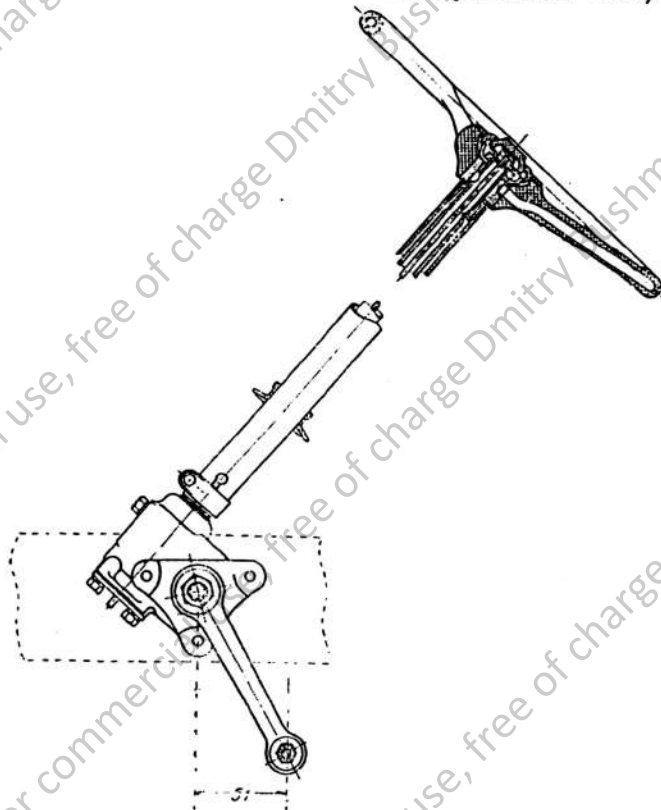

Рис. 52. Положение сошки при нейтральном расположении колес
2. Установить сошку в положение, соответствующее движению по прямой, согласно прилагаемой схеме (рис. 52).